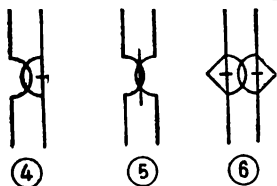

Fig. 3. — Circuits couplés : 4, circuit couplé accordé; 5, transformateur à noyau de fer; 6, transformateur MF avec charge résistante.
réduite se prête encore bien à la représentation des circuits couplés, comme le montre la figure 3. On distingue en (4), un circuit accordé couplé; en (5), un transformateur à noyau de fer; en (6), un transformateur moyenne fréquence accordé.